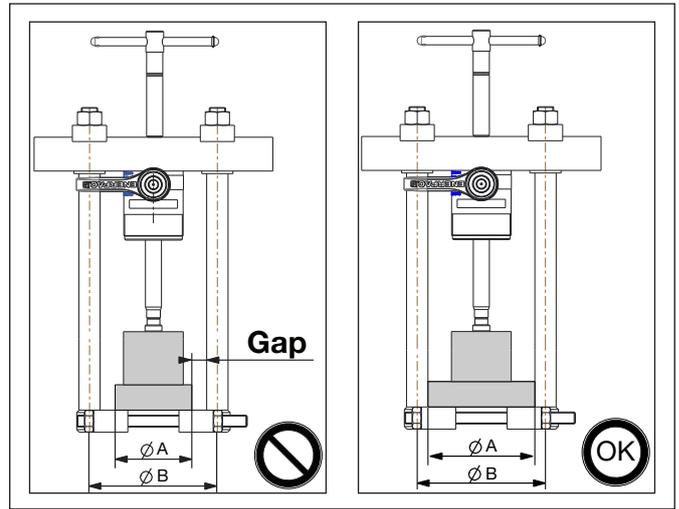

Figura 12, Prevenzione piegatura morsetto per esterni
**NOTICE** In nessun caso lasciare uno spazio vuoto tra i tiranti dell'estrattore e il corpo del particolare, poiché potrebbero verificarsi danni al morsetto per esterni (vedere Figura 12).